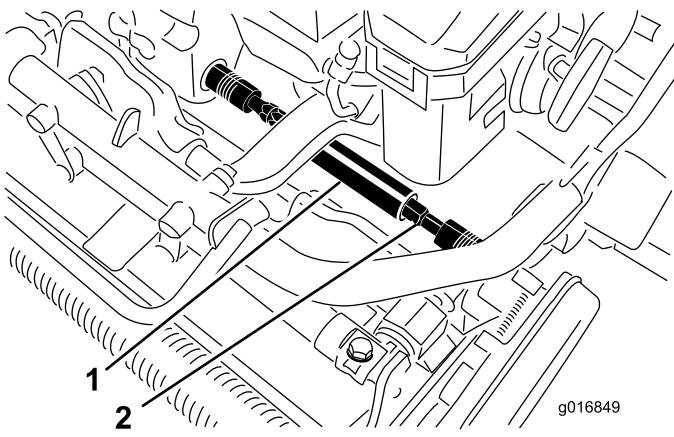

图5
6. 将伸缩式联轴器滑到滚刀组六角轴上, 直到感觉到轴上的卡槽位置, 将联轴器锁定到位。这可以防止剪草时联轴器活动 (图5)。